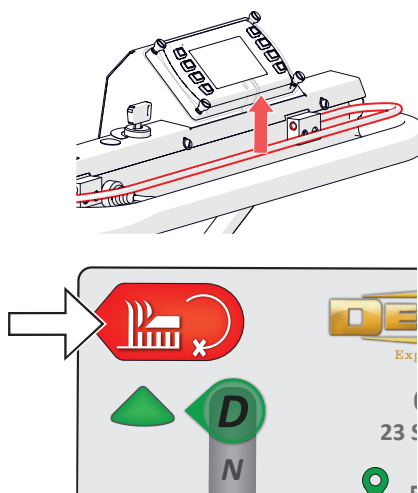

Fig. 15E - Arrêter le moteur du cylindre
8. Pour arrêter le moteur du cylindre, relâchez l'OPC ou appuyez sur « Cylinder start/stop » [Marche/Arrêt du cylindre]. Le fait de relâcher l'OPC arrêtera également le moteur d'entraînement (Fig. 15E).